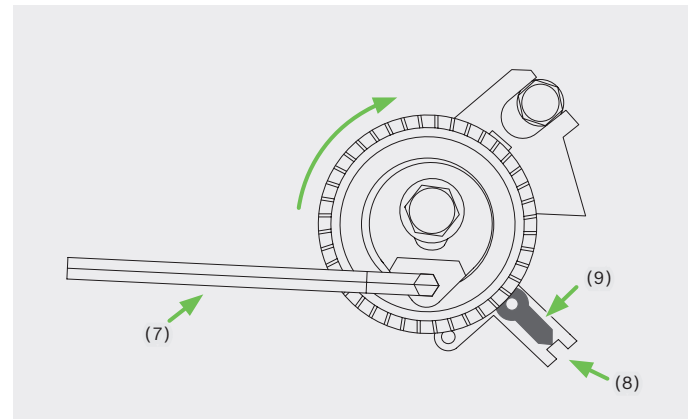

Bild 2
- ▶ Spannrolle mit Inbusschlüssel (7) gegenhalten und die Schraube der Spannrolle lockern
- ▶ Spannrolle langsam im Uhrzeigersinn drehen, bis Kerbe (8) mit Zeiger (9) fluchtet (Bild 2).